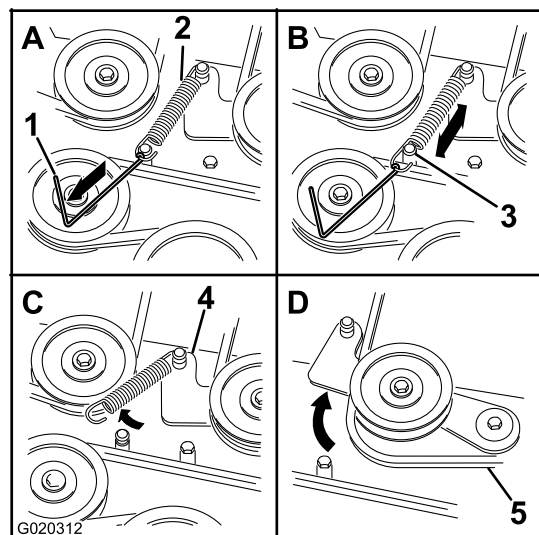

**Figure 65**
5. Retirez les couvercles de courroie (Figure 65).